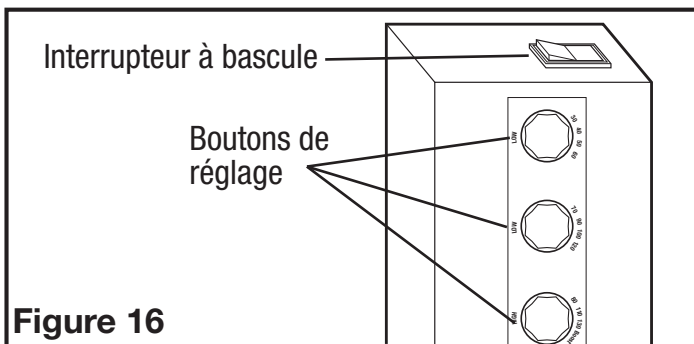

Figure 16
4. **VITESSE VARIABLE :** Décidez d'abord si vous aurez besoin de plus ou de moins de 65 CFM de ventilation à vitesse lente. Si vous avez besoin de moins de 65 CFM, placez l'interrupteur à bascule de la limite inférieure de CFM sur une portée de 30-60. Si vous avez besoin de plus de 65 CFM, placez l'interrupteur à bascule de la limite inférieure de CFM sur une portée de 70-120. Une fois que vous avez décidé sur le flux d'air minimum requis, le niveau de CFM à basse vitesse du ventilateur peut être ajusté à l'aide du bouton de réglage inférieur (30-60 CFM) ou du bouton de réglage du milieu (70-120 CFM). Le niveau de CFM à haute vitesse souhaité peut être ajusté en utilisant le plus supérieur bouton de réglage (Figure 16).